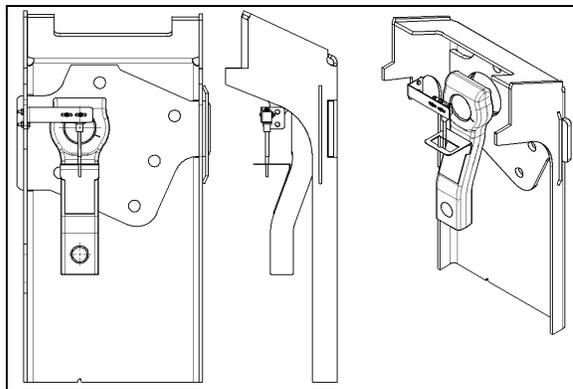

FIGURE 17: RÉGLAGE DE L'INTERRUPTEUR DE DÉLESTAGE D'ESSIEU AUXILIAIRE
2. Aligner le levier de l'interrupteur sur la référence du centre de support (se reporter à la Figure 17).